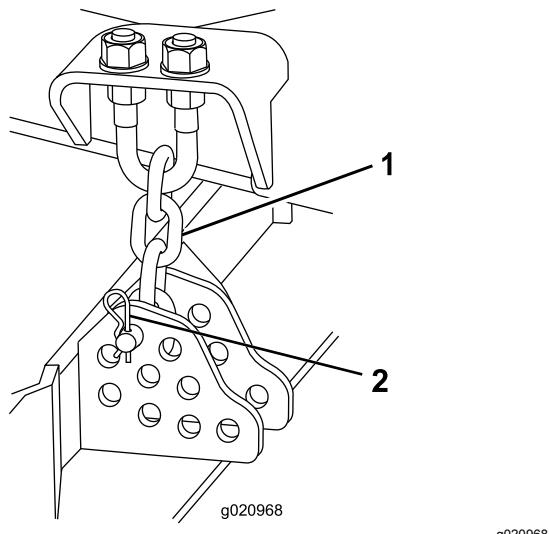

Bild 19
10. Entfernen Sie den Splint und den Lastösenbolzen, mit denen die Schnitthöhenkette an der Rückseite des Mähwerks befestigt ist (Bild 19).